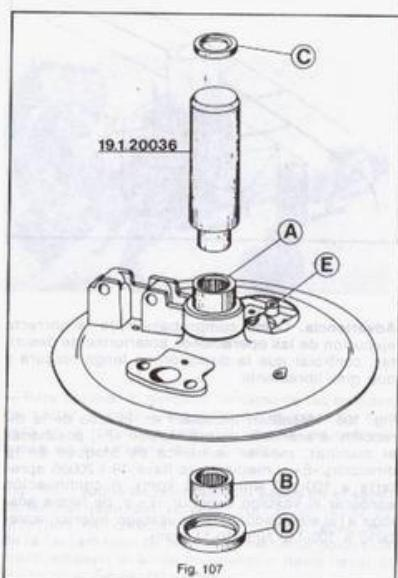
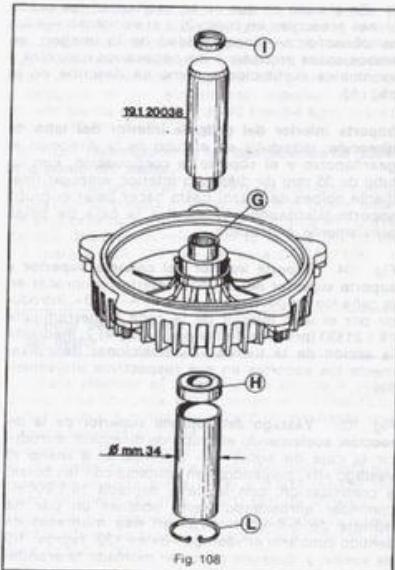
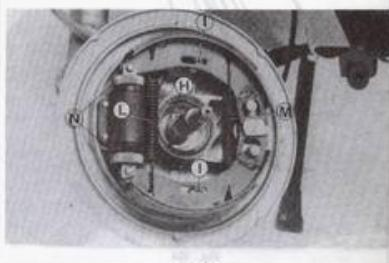

Fig. 107
Fig. 108
Fig. 109
Fig. 107. Cajas de rodillos y anillos de retención del disco porta-zapas: montar la caja de rodillos «A» mediante el punzón 19.1.20036 (por el lado exterior del disco).
Fig. 108. Caja de rodillos-anillo de retención cojinete de bolas elástico del tambor de freno: para el montaje de la caja de rodillos «G», de forma análoga a lo efectuado en la fig. 107, emplear el punzón específico 19.1.20038 y colocar el respectivo anillo de retención «I».
**Nota.** El cojinete de bolas «H» en la fig. 108, se debe situar en el interior del tambor, de modo que la parte protegida del cojinete quede en el exterior.
Fig. 109. Disco porta-zapas en el eje de la rueda anterior y anillo elástico: montar el disco porta-zapas en el eje de la rueda delantera (en el cual se deberá aplicar antes la arandela). Uniéndolo al amortiguador mediante los dos bulones de fijación y aplicar, con los alicates 19.1.23638, el anillo elástico «L» y completar las operaciones colocando el anillo guardapolvo «E» (Fig. 107) situado anteriormente.